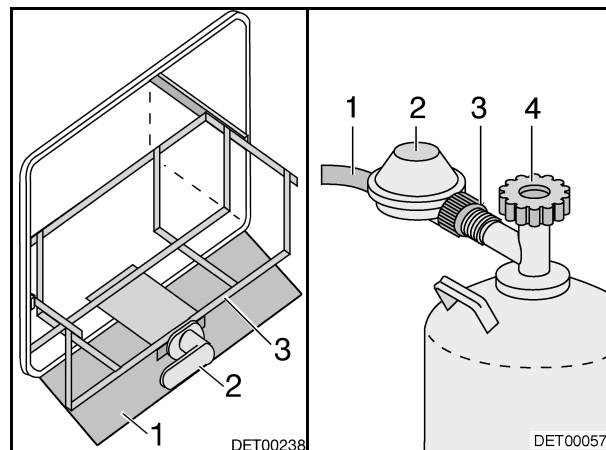

Bild 85 Gaskasten    Bild 86 Gasflasche
- Wenn ein Schutzblech vorhanden ist, das Schutzblech (Bild 85,1) herunterklappen (nur T-Modell).
- Griff (Bild 85,2) senkrecht stellen.
- Schlitten (Bild 85,3) bis zum Anschlag herausziehen.
- Griff (Bild 85,2) waagrecht stellen.
- Schlitten (Bild 85,3) bis zum Anschlag einschieben und Griff (Bild 85,2) waagrecht stellen.
- Wenn ein Schutzblech vorhanden ist, das Schutzblech (Bild 85,1) hochklappen (nur T-Modell).